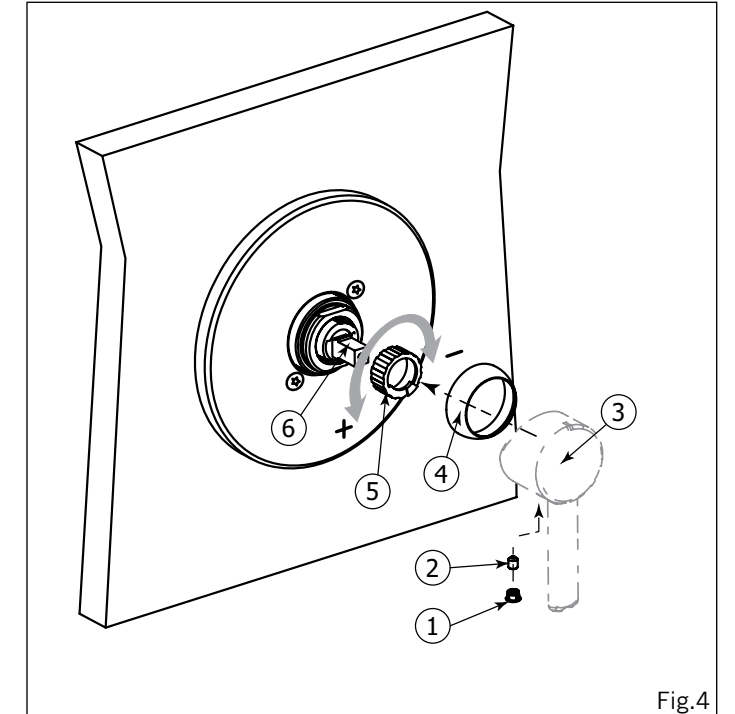

Fig.4
Remove the decorative cap (1), the setscrew (2), the volume control handle (3) and the decorative dome (4) (See Fig.4).
Retirer le capuchon de finition (1), la vis de retenue (2), la poignée de contrôle de volume (3) et le dôme décoratif (Voir Fig.4).